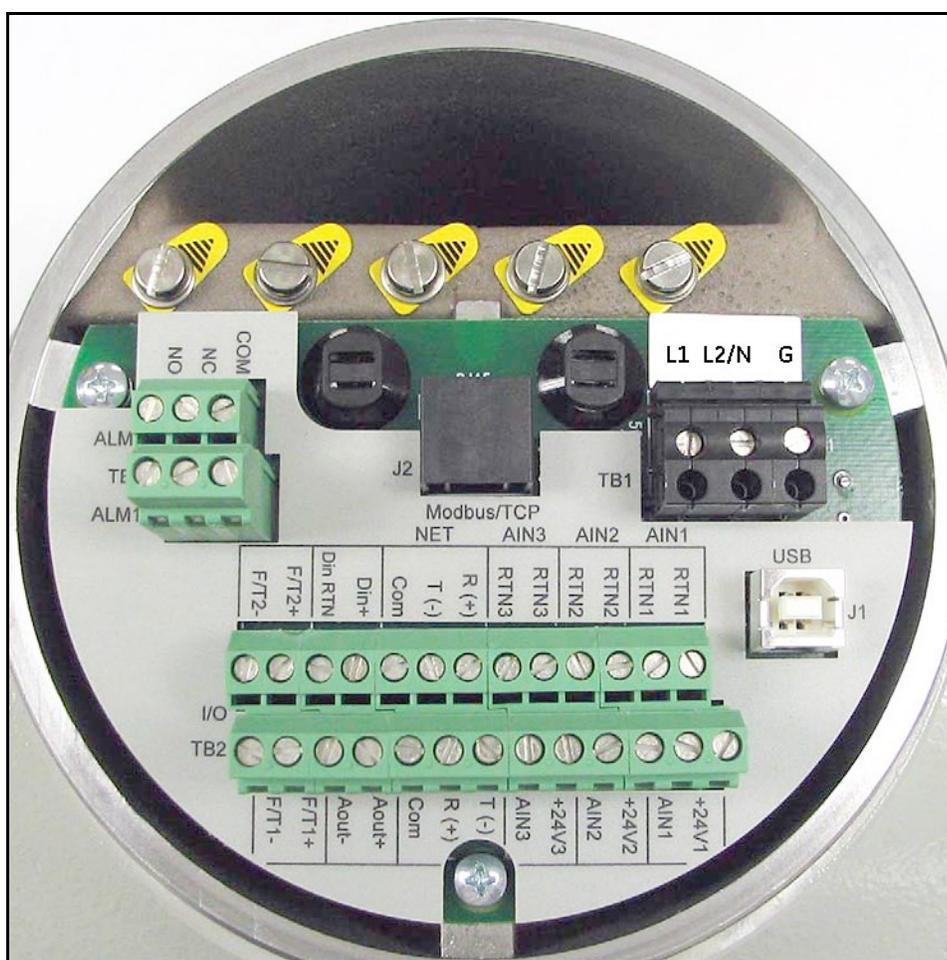
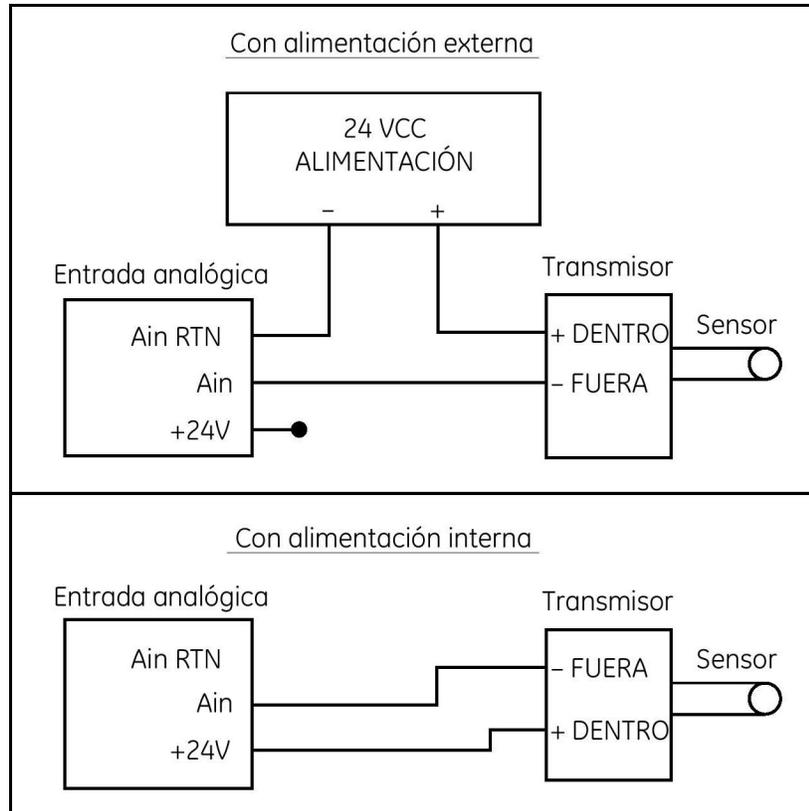

Figura 17: Placa de terminales con texto impreso (se ven tres opciones de entrada 4-20 mA)
Figura 24: Diagrama de cableado de las entradas analógicas
4. Use el texto impreso en la placa de terminales (vea la *Figura 17* a continuación) como guía para el cableado de las conexiones de alimentación y de la tarjeta opcional.
Conecte los dos conductores y la pantalla de la línea *Modbus* a la sección NET del bloque de terminales TB2 del caudalímetro. Consulte la *Figura 17 en la página 35*, la *Tabla 8 en la página 45* y la *Figura 35 en la página 49*.
Conecte el relé de alarma conforme a las instrucciones de cableado que se ven en la etiqueta del bloque de terminales (vea la *Figura 17* en la *página 35* y la *Figura 33* en la *página 47*). La *Figura 35* en la *página 49* muestra el diagrama de cableado.
3. Ubique el bloque de terminales de 26 patas (TB2) en la *Figura 33 en la página 47* y conecte el terminal de E/S como se indica en la etiqueta del interior de la tapa de acceso al cableado (vea la *Figura 17 en la página 35* y la *Figura 33 en la página 47*). La *Figura 35 en la página 49* muestra el diagrama de cableado.
Las entradas analógicas, con una impedancia de 118 ohmios, deben conectarse con cables estándar de par trenzado. Los transmisores pueden recibir alimentación eléctrica desde la fuente de alimentación interna de 24 VCC del terminal de la entrada analógica o a través de una fuente de alimentación externa. La *Figura 24 en la página 42* muestra los diagramas de cableado típicos, con y sin fuente de alimentación externa, para una de las entradas analógicas. La *Figura 25 en la página 42* muestra el cableado de la entrada RTD  $\Omega$  de 4 hilos. Conecte las entradas analógicas como se indica en la etiqueta de la tapa lateral del recinto (vea la *Figura 17 en la página 35* y la *Figura 33 en la página 47*). La ubicación de los terminales puede consultarse en los diagramas de la *Figura 26 en la página 43* a la *Figura 29 en la página 44*.
3. Ubique el bloque de terminales de 26 patas (TB2) que se ve en la *Figura 34 en la página 48* y conecte el terminal de E/S como se indica en la etiqueta del interior de la tapa de acceso al cableado (vea la *Figura 17 en la página 35* y la *Figura 33 en la página 47*). La *Figura 31* o la *Figura 32* a continuación muestran el diagrama de cableado.